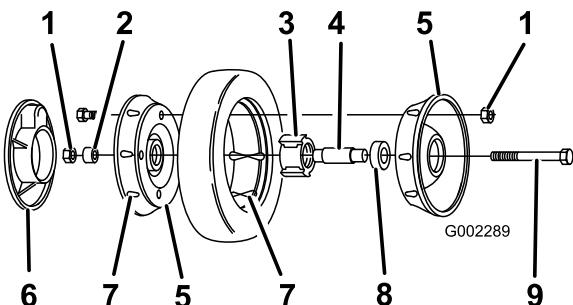

Figura 34
3. Retire el perno, el suplemento de la rueda y la contratuerca que monta la rueda al brazo de pivote (Figura 34).
4. Separe las mitades de la rueda del neumático retirando los 4 pernos y las 4 contratuerca (Figura 34).
Nota: Si retira los cojinetes del conjunto de cojinete/buje, retírelos apretando sobre el suplemento del cojinete (Figura 34).
1. Coloque el neumático en una mitad de rueda, alineando las orejetas en cada pieza (Figura 34).
2. Coloque el conjunto cojinete/buje en el hueco central de la mitad de la rueda. Asegúrese de que las patas del buje están posicionadas sobre la brida del hueco (Figura 34).
3. Coloque la otra mitad de la rueda sobre el conjunto cojinete/buje, alineando las orejetas de la rueda y del neumático y los taladros de montaje (Figura 34).
4. Usando 2 tornillos o pernos de rosca completa (1/4-20 x 1.50 pulgadas) y tuercas no de freno, conecte sin apretar las dos mitades de la rueda. Monte los tornillos o pernos en taladros opuestos (Figura 34).
sea uniforme, hasta que las mitades de la rueda estén juntas (Figura 34).
6. Instale los 2 pernos y 2 contratuerca que retiró anteriormente en los taladros restantes de las mitades de la rueda, y apriételos. Retire los dos tornillos o pernos largos y sustitúyalos por 2 pernos y 2 contratuerca (Figura 34).
7. Instale la rueda en el brazo de pivote con los pernos, un suplemento y una contratuerca. Asegúrese de que el suplemento está colocado entre el buje de la rueda y el brazo de pivote (Figura 34).